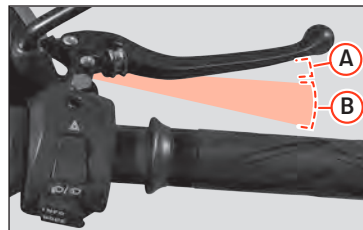

Fig. 19 Maneta del freno
- Durante el primer tramo del recorrido de la palanca del freno delantero [derecho] »» **Fig. 19 (A)**, se activa el freno regenerativo. Este sistema frena electrónicamente la rueda trasera y regenera energía a la batería
- Si continúa presionando la palanca del freno »» **Fig. 19 (B)** se activará, además, el freno mecánico de la rueda delantera. A mayor presión aumentará la potencia del frenado mecánico.